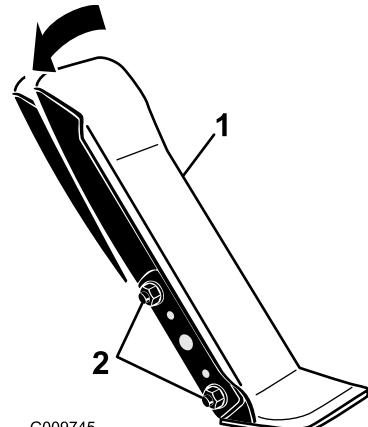

Figura 90
1. Allentare i 2 dadi e bulloni che fissano il lato sinistro del pedale di trazione alla staffa (Figura 90).
2. Incline il pedale nell'angolazione desiderata e stringete i dadi (Figura 90).